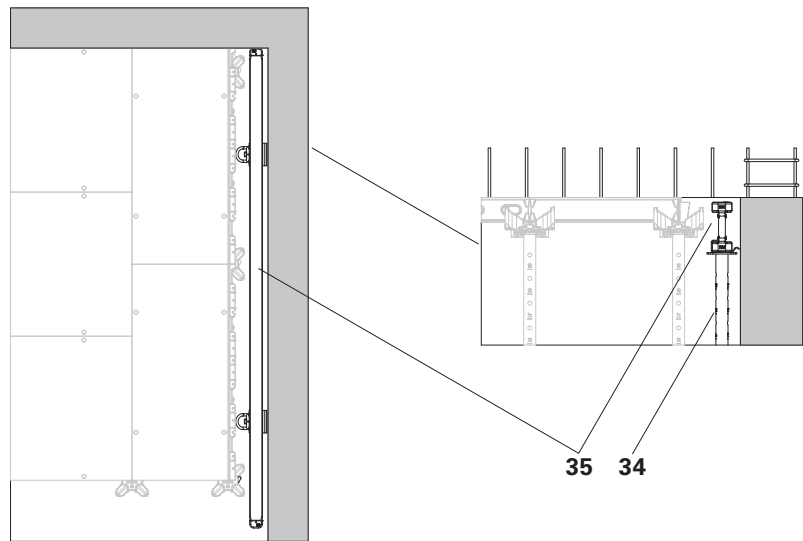
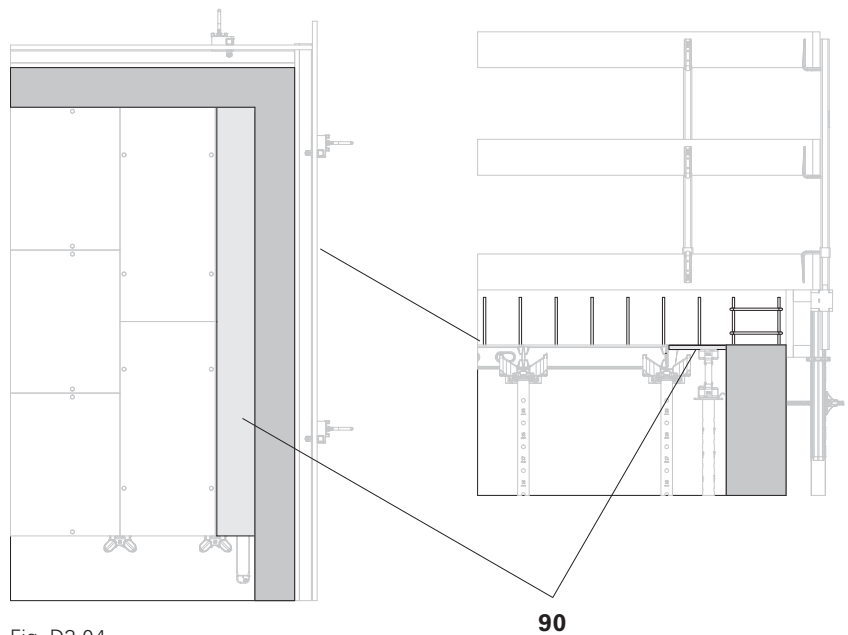

Fig. D3.03
Fig. D3.04
6. Placer les étais de dalle (34) à tête cruciforme pour la fixation de la poutre VT 20 (35) aussi près que possible du voile. (Fig. D3.03)
7. Remplir en continu la zone de compensation avec une cale bois de 18 mm (90) et fixer par en haut à l'aide de clous sur la poutre VT 20.
8. Visser la cale bois par en-bas dans les trous prévus dans le support de compensation, à l'aide de vis Torx 5 x 15. (Fig. D3.04)